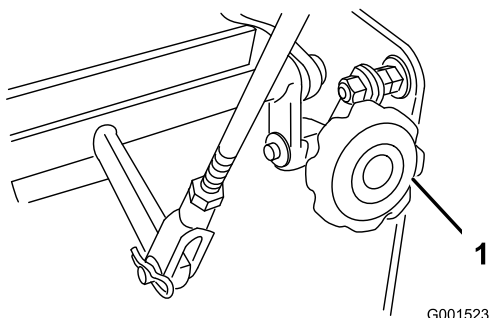

Figura 41
4. Se l'unità devia da 1 lato o dall'altro, ruotate la manopola di allineamento rapido. Girate la manopola verso destra per correggere l'allineamento verso destra e giratela verso sinistra per correggere l'allineamento verso sinistra (Figura 41).